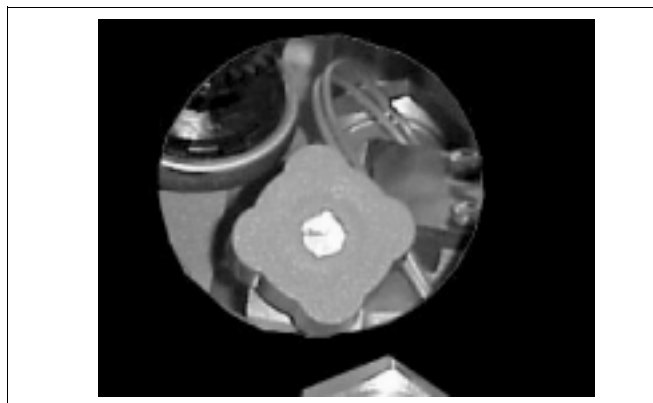

Fig. 43 Robinet de umplere
- Deschideți robinetul special de umplere (Fig. 43) treptat și controlați toate aerisirile automate din sistem.